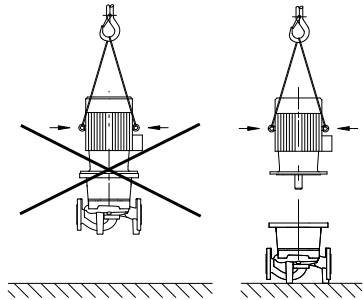

Fig. 8 : Transport du moteur
- Les œillets de transport du moteur sont exclusivement dédiés au transport du moteur et non de la pompe complète (fig. 8).